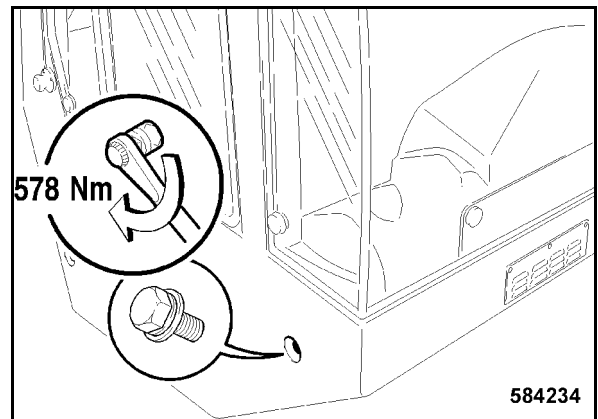

Fig. 215
- El tornillo de fijación delantero, lateral de la derecha hay que apretar con 578 Nm (Fig. 215).